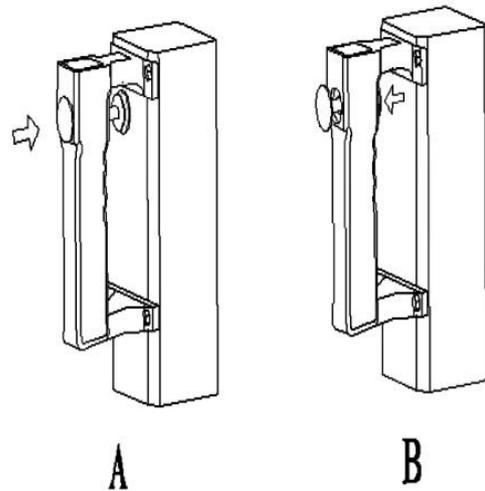

Abb. 5
- (Abb. 5), zum Sperren oder Entsperren des vertikalen Arm (M) und horizontalen Arm (N). Der Montagekopf (I) wird automatisch um 2 - 3 mm angehoben wenn er verriegelt wird.
- Kipparm-Pedal (H), wird verwendet, um den Kipparm (C) nach hinten oder vorne zu bewegen.
- Spannbacken-Pedal (V), wird verwendet, um die vier Spannbacken (G) auf dem Montageteller zu öffnen oder zu schließen.
- Reifen-Abdrücker-Pedal (U), wird verwendet, um den Abdrückarm (F) zu steuern.
- Montageteller Drehrichtungs-Pedal (Z) wird verwendet, um den Montageteller (Y) im Uhrzeigersinn / gegen den Uhrzeigersinn zu drehen.